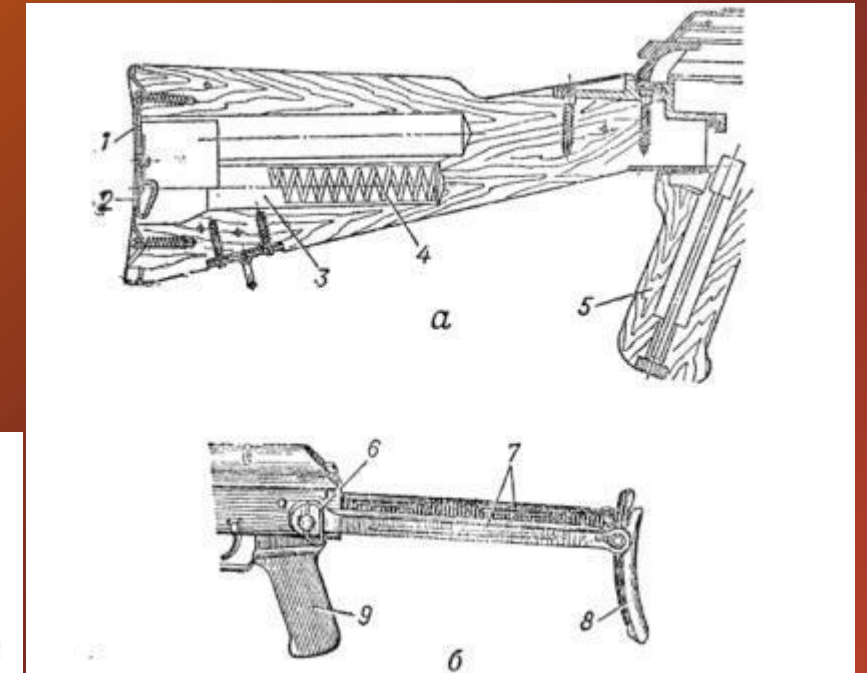

Рис. 30. Приклад и пистолетная рукоятка
15. Приклад и пистолетная рукоятка (рис. 30) служат для удобства действия автоматом. Деревянный приклад имеет антабку для ремня, гнездо для принадлежности и металлический затыльник с крышкой над гнездом. В гнезде приклада укреплена пружина для выталкивания пенала с принадлежностью. Складывающийся приклад состоит из двух тяг плечевого упора, соединительной втулки с гайкой, двух фиксаторов приклада с соединительным стержнем, шайбы с антабкой для ремня, колпачка, пружины и трех шпилек. Тяги своими ушками и шайба надеты на соединительную втулку приклада и закреплены гайкой. Ушки тяг имеют по два отверстия для выступов фиксаторов приклада, удерживающих приклад в откинутом или сложенном положении. Фиксаторы приклада соединены между собой с помощью соединительного стержня и перемещаются вправо при нажиме па колпачок, влево — под действием пружины.